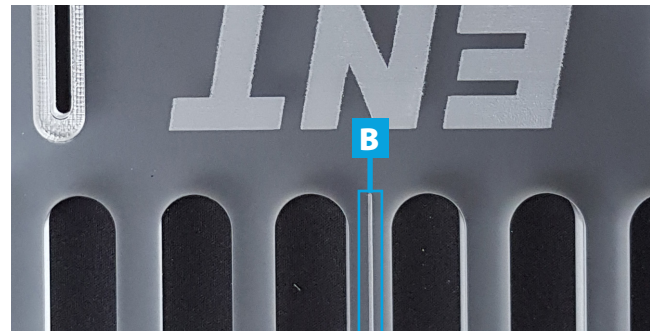

Abbildung 3.1: Werkstückpositionierung und Markierung mittels der vertikalen Mittelmarkierung auf der Schablone.
3. Legen Sie die Werkstückmitte genau an der Schablonenmarkierung an **B** (Abb. 3.1).